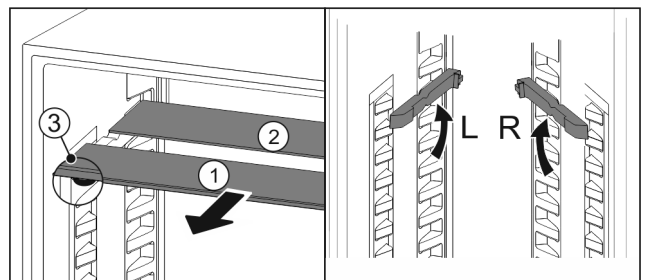

Fig. 58
- ▶ Посуньте Fig. 58 (1) скляну панель вперед.
- ▷ Скляна панель Fig. 58 (1) з декоративною планкою лежить спереду.
- ▷ Стопори Fig. 58 (3) показують вниз.